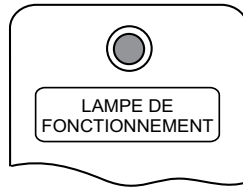

**Figure 24. Témoin de fonctionnement**
- Vérifier que le témoin de fonctionnement est allumé (**MARCHE**). Référence Figure 24.